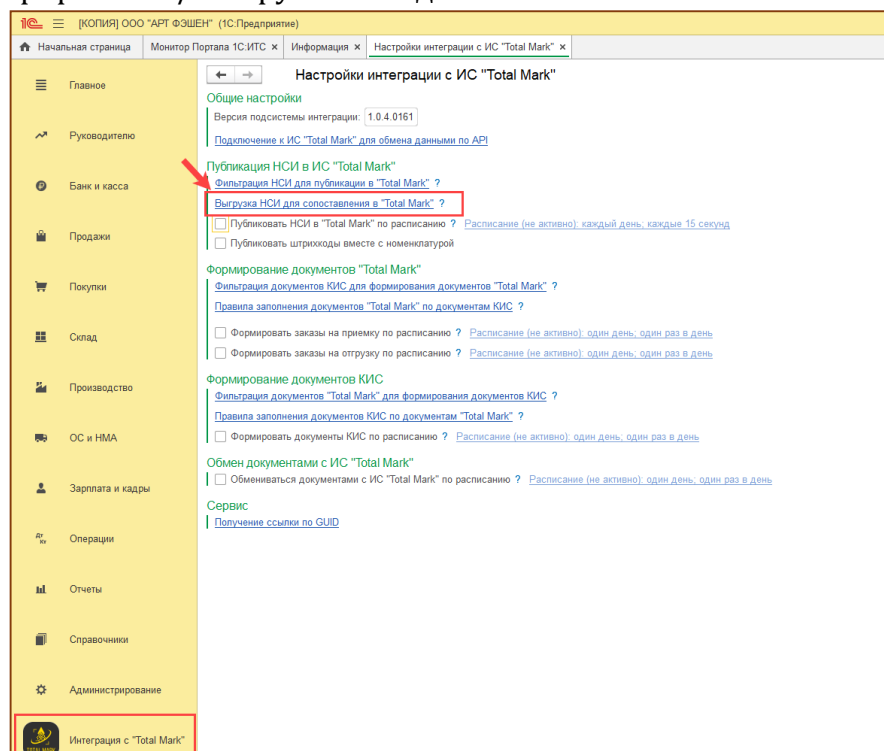

Рис. 4-6 - Сопоставление НСИ
- Открыть обработку для выгрузки данных в КИС: «Интеграция с Total Mark»/Администрирование/ Выгрузка НСИ для сопоставления в Total Mark (Рис. 4-6);